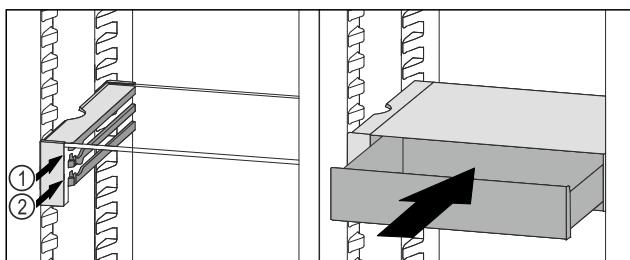

Fig. 95
- Zásuvku VarioSafe nasadte za zarážkami na požadovanom rebre Fig. 95 (1) alebo Fig. 95 (2).